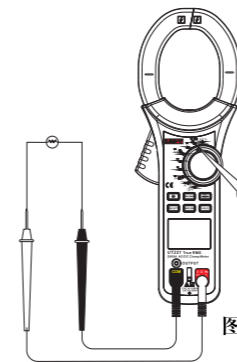

图 6
#### (4) 导通测试 (蜂鸣) (见图6)
### 4. 导通检测 (蜂鸣) (见图6)